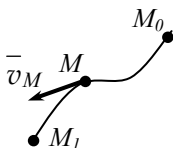

Рис. 77
52. См. рис. 77. 53. $a(2) = 6$ м/с². 54^{мех}. $k = 31,4$ рад/с, $p \approx k$;